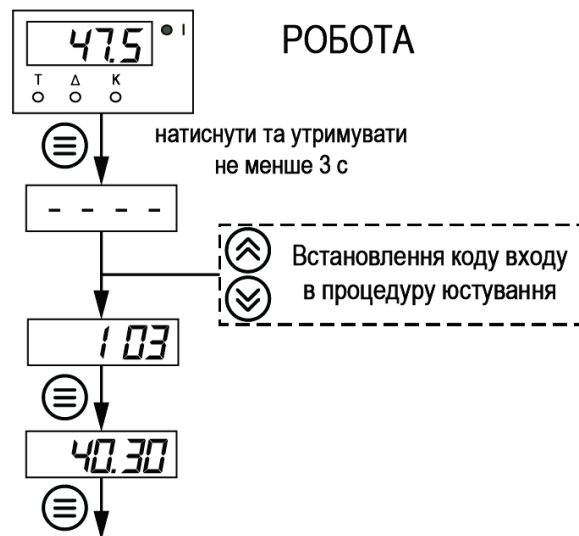

Рисунок 8.4 – Послідовність роботи під час юстування
3. Подати живлення на пристрій. Не менше ніж через 15...20 секунд провести юстування пристрою, виконавши дії в послідовності, що вказана на рисунок 8.4.